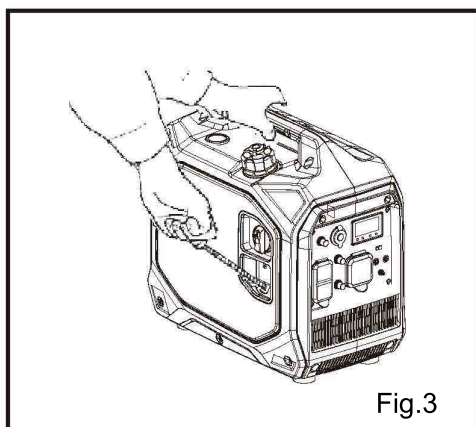

Fig.3
3. (Arranque manual) Tire suavemente del mango de arranque por retroceso (Fig. 3) hasta que se sienta resistencia, luego tire enérgicamente para arrancar el motor. Devuelva el mango a la carcasa del generador manualmente. No permita que golpee contra la carcasa ya que podría producirse daños.